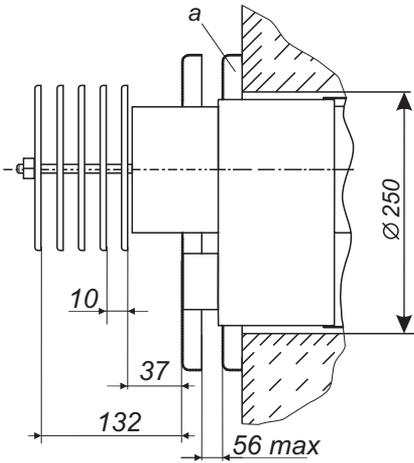
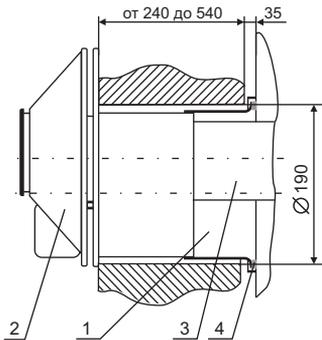

Рис. 3. Встановлення дисків димоповітряного блоку для апаратів потужністю 7-15 кВт
Рис. 5. Димоповітряний блок апарата потужністю 5 кВт
1 - димоотвіряний блок; 2 - газохід зовнішній (на апаратах потужністю 7...15 кВт встановлюється набір дисків, рис. 3, для апаратів потужністю 5 кВт - рис. 5); 3 - стаканчик для балонів термодіагностики та терморегулятора; 4 - вихід води в систему опалення; 5 - вихід води на господарські потреби (для деконтурних апаратів); 6 - вихід води з системи опалення; 7 - оглядове вікно; 8 - запальний палик; 9 - декоративне облицювання; 10 - основний палик; 11 - термодіагностика; 12 - автоматика безпеки з газовим клапаном "Б30 EUROST"; 13 - запальник; 14 - вхід води з водопроводу; 15 - датчик перегріву; 16 - гнучкий металевий шланг для газу (відповідає вимогам ДБН В.2.5-20:2001 «Газопостачання»).
6.3.1. В зовнішній стіні будинку, згідно з рис. 2, пробити горизонтальний канал діаметром 190 мм для апаратів потужністю 5 кВт, 250 мм для апаратів потужністю 7-15 кВт (рис. 3; 5). При цьому необхідно враховувати, що для забезпечення установки та зняття апарата, а також для зняття та установки газопальникового пристрою перед фронтом апарата на відстані **не менше 1 м від стіни** не повинно бути ніяких будівельних елементів або стаціонарно встановленого обладнання.
6.3.3. Для апарата потужністю 5 кВт. Встановити газохід зовнішній (п. 2, рис. 5) горизонтально в каналі до упору з зовнішньою стіною, сполучивши його з повітроходом (п. 1, рис. 5), і зафіксувати дерев'яними клинами. **Розриви в з'єднаннях не допускаються!**
Для апаратів потужністю 7-15 кВт на виступаючий газохід зовнішній установити набір дисків. Закріпити диск "а" до зовнішньої стіни і відрегулювати їх (рис. 3).
6.3.7. Встановити патрубок димоходу (п. 8, рис. 2 або п. 4, рис. 5, залежно від моделі апарата) на його газохід і зафіксувати його.